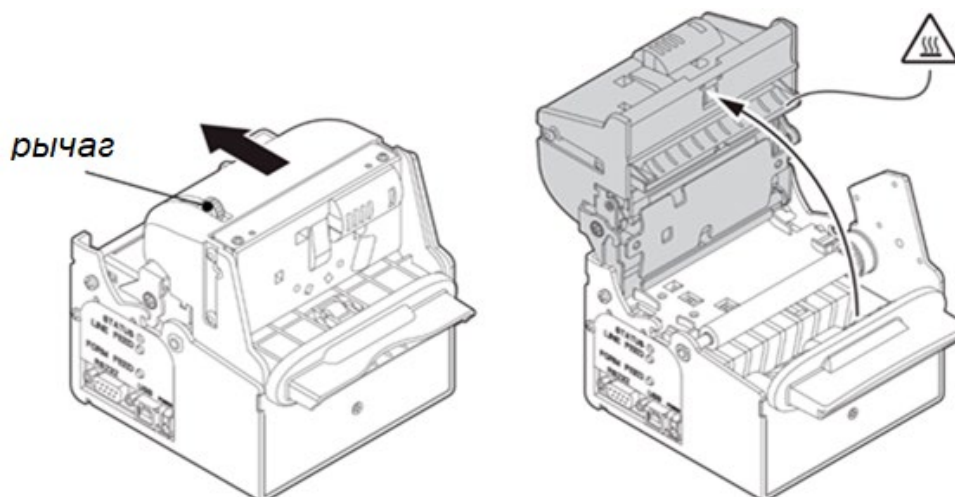
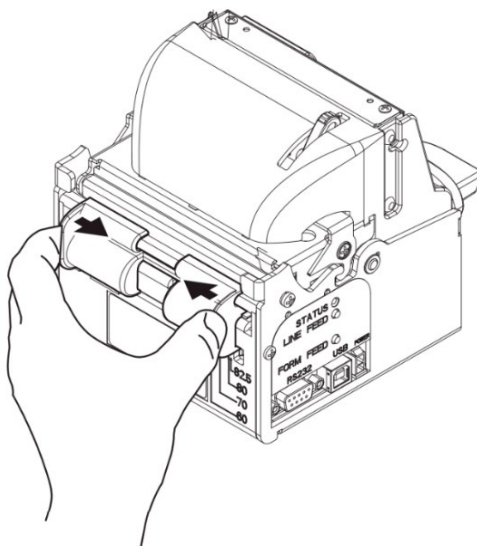

Рисунок 15. Потяните за рычаг в сторону стрелки
Рисунок 16. Установка необходимой ширины отверстия для чекового рулона
1. Откройте дверь верхнего отсека (1) паркомата.
- Откройте крышку принтера, для этого потяните за рычаг в сторону стрелки (см. рис. 15) и поднимите крышку. Будьте осторожны, принтер может быть горячим!
- Снимите старый рулон с держателя (22).
5. Установите необходимую ширину отверстия для чекового рулона (см. рис. 16):